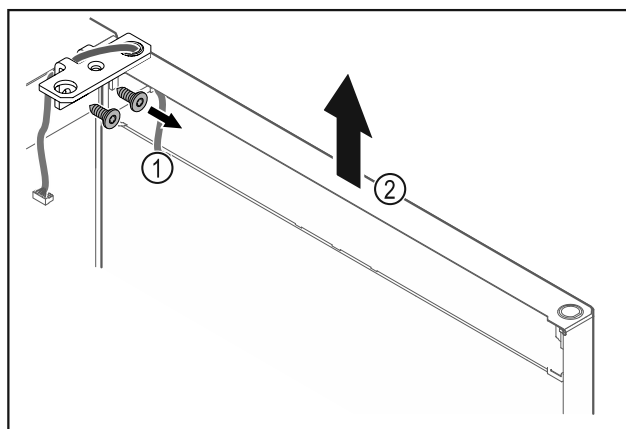

Fig. 22
- Skruva av gångjärnsfästet Fig. 22 (1).
- Lyft dörren rakt uppåt med gångjärnsfästet Fig. 22 (2) ca 200 mm och ta av den.